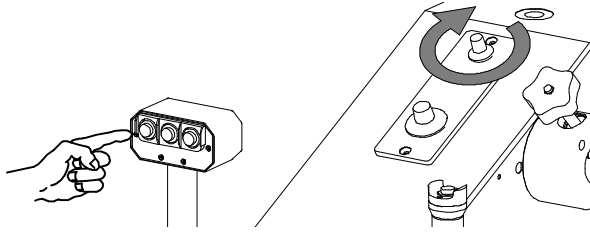

Fig. 12
c) En el puño de la izquierda se encuentra montada una caja con tres pulsadores: los números 1, 2 y 3; éstos actúan como selectores de potencia sin que el operario tenga que intervenir a regularla todas las veces que cambia la dimensión del troquel. El pulsador número 1 (Fig. 12), a izquierda sobre la caja de pulsadores, se utiliza en el caso de cortar materiales blandos con el uso de troqueles que tienen un desarrollo lineal reducido. De todas formas, es posible aumentar por grados su valor mediante el potenciómetro indicado en figura hasta alcanzar casi la potencia del pulsador número 2.